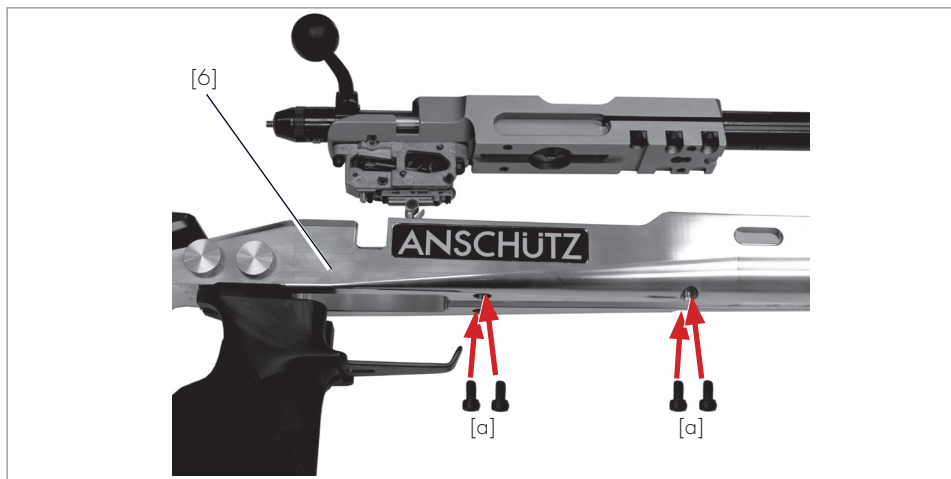

Fig. 2 Fixation du mécanisme
- ▶ Insérez le mécanisme [4] dans le boîtier de crosse [6] (voir fig. 2).